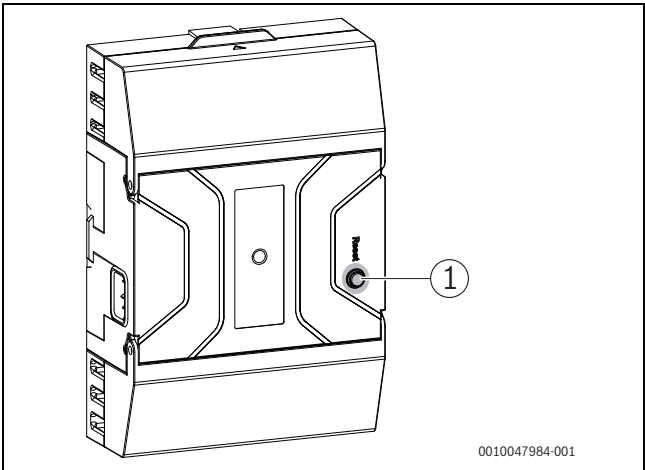

Bild 92 Störungen am Feuerungsautomat zurücksetzen
- ▶ Taste „Entstören“ am Feuerungsautomat drücken (→ Bild 92).